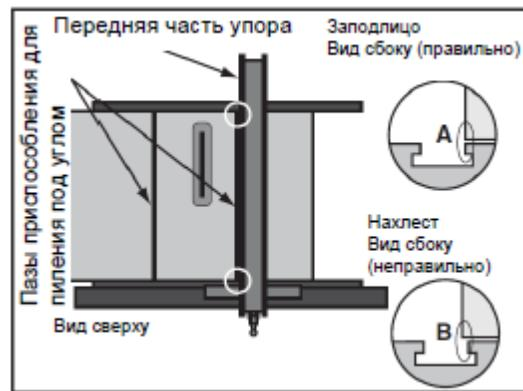

Рис. 35
- Передвинуть параллельный упор к правой кромке паза приспособления для пиления под углом, как показано на рис. 35, и зафиксировать его.
- Проверить выравнивание параллельного упора по всей длине паза приспособления для пиления под углом. Если упор и паз приспособления находятся заподлицо, как показано на рис. 35, А, перейти к операции 8, если задняя часть параллельного упора находится внахлест с пазом, как показано на рис. 35, В, параллельный упор не выровнен, перейти к операции 7.